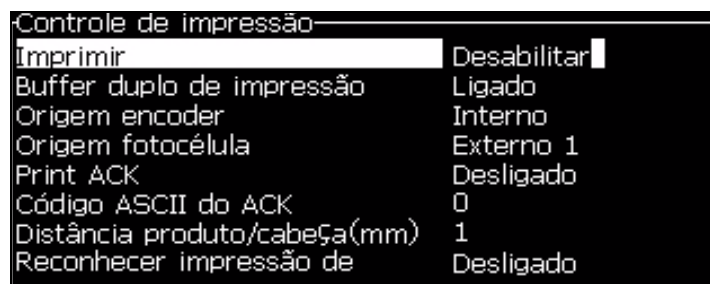

Figura 4-25: Caixa de diálogo *Impressão contínua*
- 1 Selecione *Impressão contínua* no *Menu Imprimir*. A caixa de diálogo *Impressão contínua* aparece (Figura 4-25).